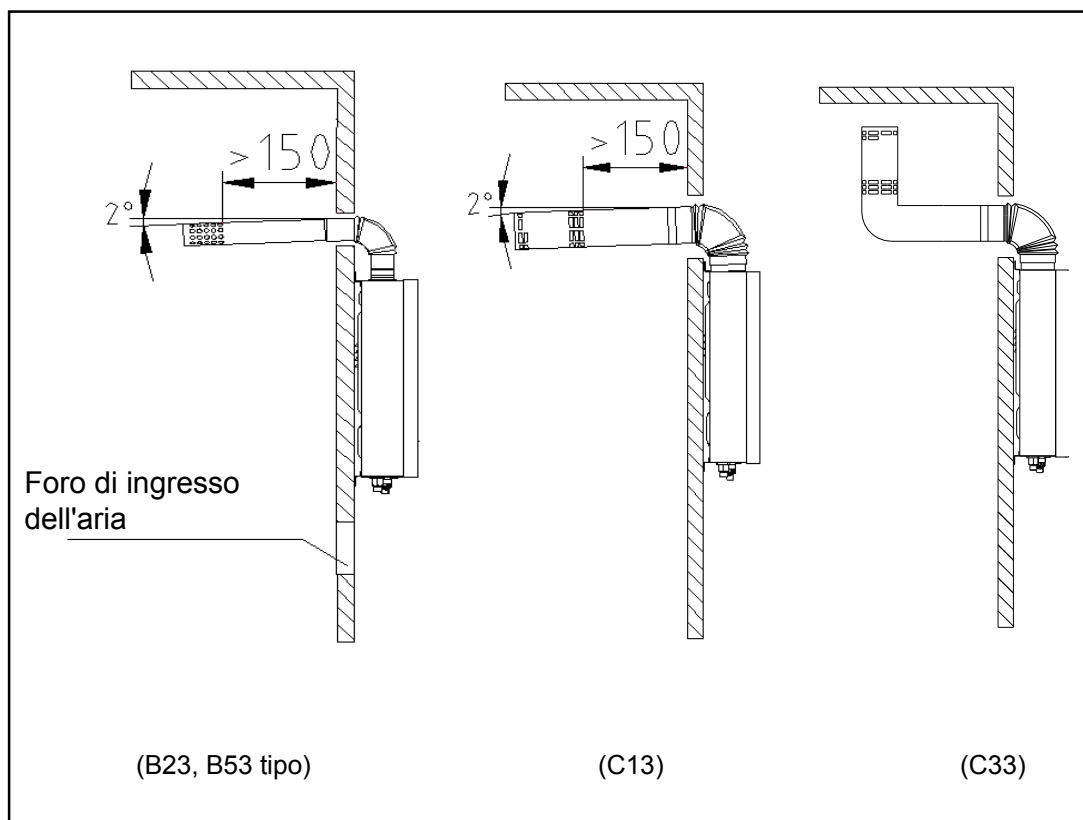

Fig. 11
(1) Si prega di utilizzare la canna fumaria fornita dalla nostra società, facendo riferimento alla Fig. 11 Circa il metodo di installazione. Se il condotto di canna fumaria è troppo breve, è possibile estenderla appropriatamente. Verificare il condotto della canna fumaria e vedere se sono presenti danni o perdite ogni metà di un anno.
(2) La lunghezza della canna fumaria condotto deve essere inferiore a 8 m,
(3) La distanza orizzontale del condotto fumi è più breve è il migliore. Il condotto della canna fumaria fine dovrebbe avere un 2° Inclinazione verso il basso (Fig. 11), in modo da lasciare che l'acqua di condensa fluisce fuori.
(1) Si prega di utilizzare la canna fumaria forniti dalla nostra società, facendo riferimento alla Fig. 11 Circa il metodo di installazione. Se il condotto di canna fumaria è troppo breve, è possibile estenderla appropriatamente. Verificare il condotto della canna fumaria e vedere se sono presenti danni o perdite ogni metà di un anno. Installare la canna fumaria dopo il corpo del riscaldatore è fisso. In primo luogo, mettere la canna fumaria fisso attraverso il foro nella parete, quindi inserire il gomito all'uscita di scarico del Riscaldatore, dolcemente la canna fumaria fine dovrebbe avere un 2° inclinazione verso il basso (Fig. 11), altrimenti il